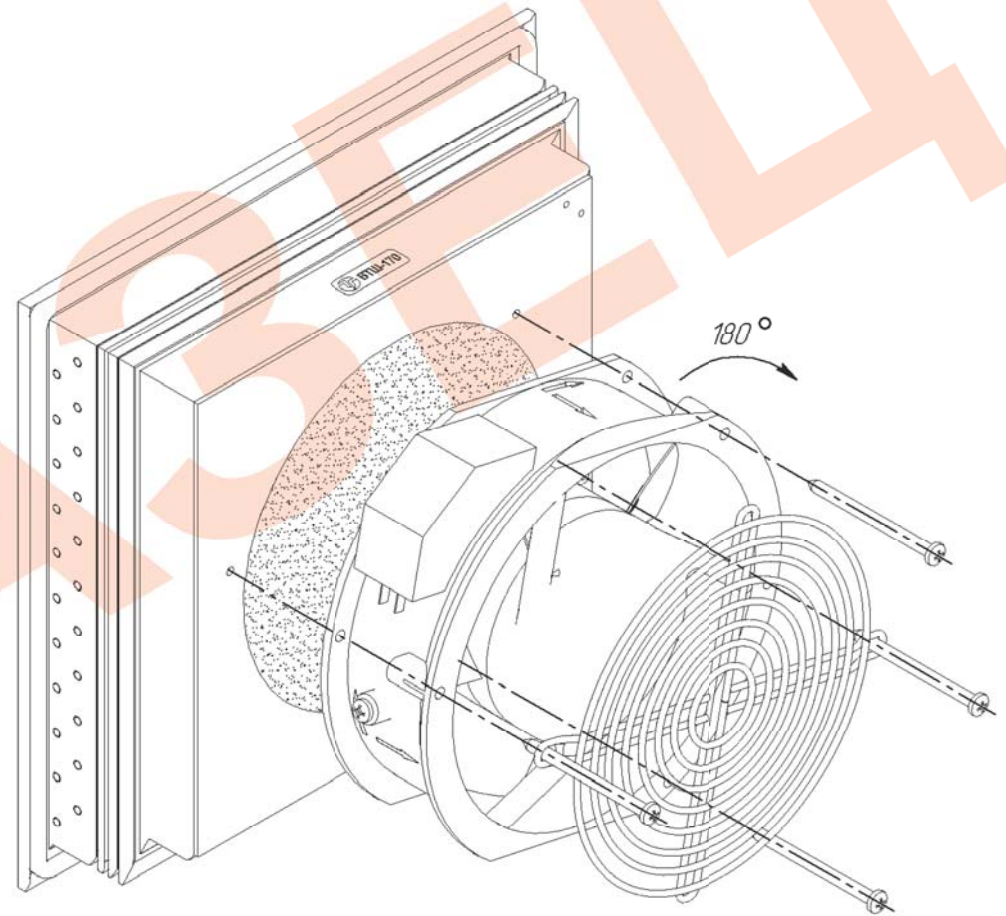

Рис.4 Изменение направления потока.
1. Выкрутить 4 крепежных самореза и снять защитную сетку вентилятора (рис.4).